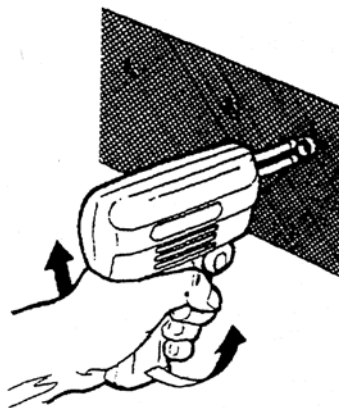

Рис. 2
4. Резак для заклепок RCT-1 (насадка для электрического паяльника мощностью 100-320 Вт) – можно приобрести в Отделе коммерческой графики или в Отделе материалов для организации движения компании 3М Россия (рис. 2).
7. Прорежьте пленку поверх заклепок, используя паяльник с насадкой RCT-1 или пробойник подходящего размера. Паяльник следует разогреть, включив его за несколько минут до начала работы. Паяльник с насадкой приложите к заклепке: никаких усилий не требуется, так как пленка прорезается за счет плавления. Небольшой поворот паяльника (на 1/4 оборота) обеспечит полное прорезание материала (рис. 2). При использовании пробойника установите инструмент поверх заклепки и слегка постучите по нему молотком. После этого с силой прижмите пленку к поверхности вокруг заклепки. Удалите кусочки пленки, оставшиеся на головках заклепок.